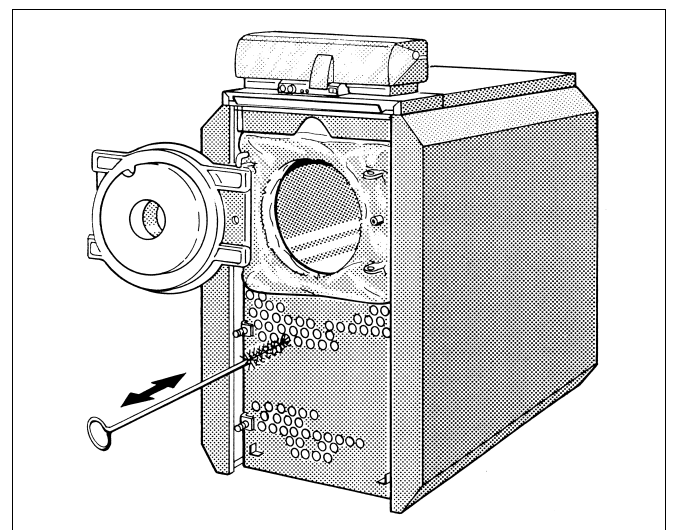

Abb. 30 Bürstenreinigung
- Nachschaltheizrohre durchbürsten (Abb. 30).
5	Umlenkhaube abnehmen (Abb. 30)